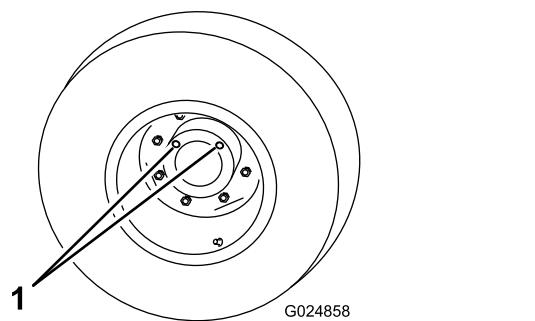

Figura 64
5. Rode a roda até que os furos abertos na roda fiquem na posição das 11 e da 1 horas (Figura 64).